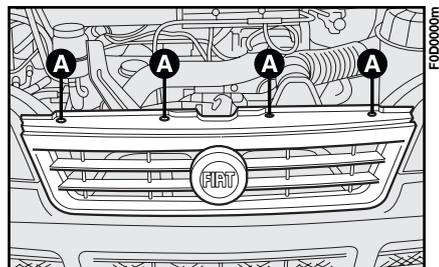

fig. 9
1) dégager la grille avant en agissant sur les 4 vis **A-fig. 9**